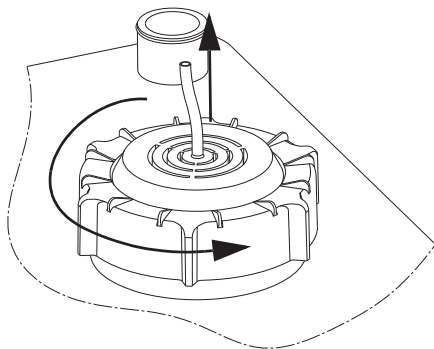

Рис. 32 Удаление трубки датчика
2. Ослабьте крышку с резьбой, повернув её против часовой стрелки. Смотрите рис. 32.